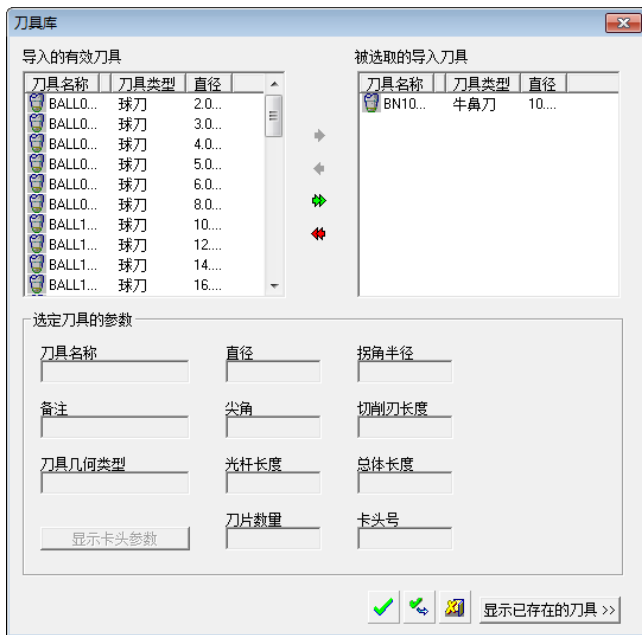

图 2-45 “刀具库”对话框
3) 创建刀具。单击“加工向导”工具栏上的“刀具”按钮，弹出“刀具和卡头”对话框；单击“刀具库”按钮，弹出“刀具库”对话框，选择“BN10”刀具，如图 2-45 所示。依次单击确定按钮，完成刀具创建。